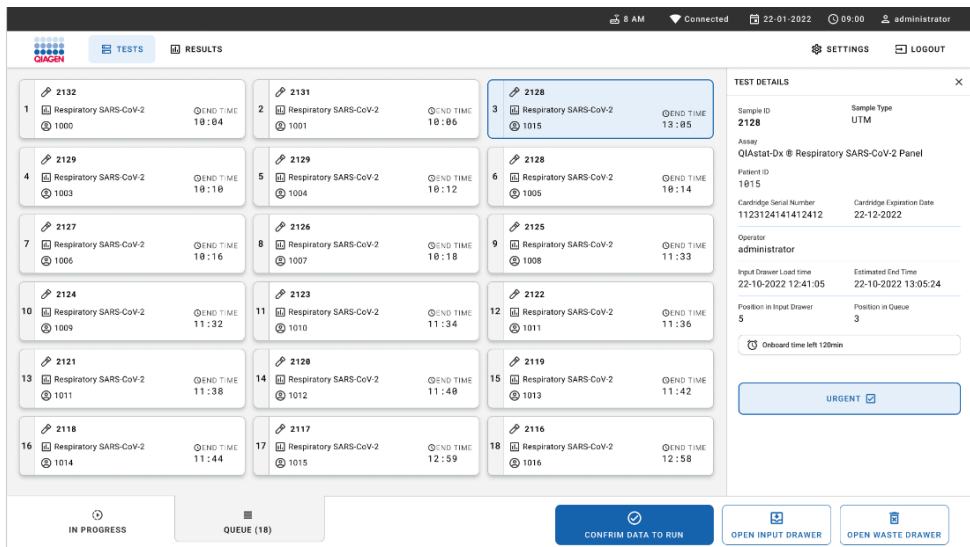

Figure 63. Écran de file d'attente des échantillons avec dosage sélectionné affichant des informations supplémentaires.
Si vous sélectionnez un test sur l'écran tactile, des informations supplémentaires s'affichent dans la section View details (Afficher les détails) de l'écran (figure 63).
14. Appuyez sur le bouton **Confirm data to run** (Confirmer les données pour analyser) dans l'écran une fois que toutes les données affichées sont correctes (figure 63). Après cela, une confirmation supplémentaire est requise de la part de l'opérateur pour exécuter les tests (figure 65).